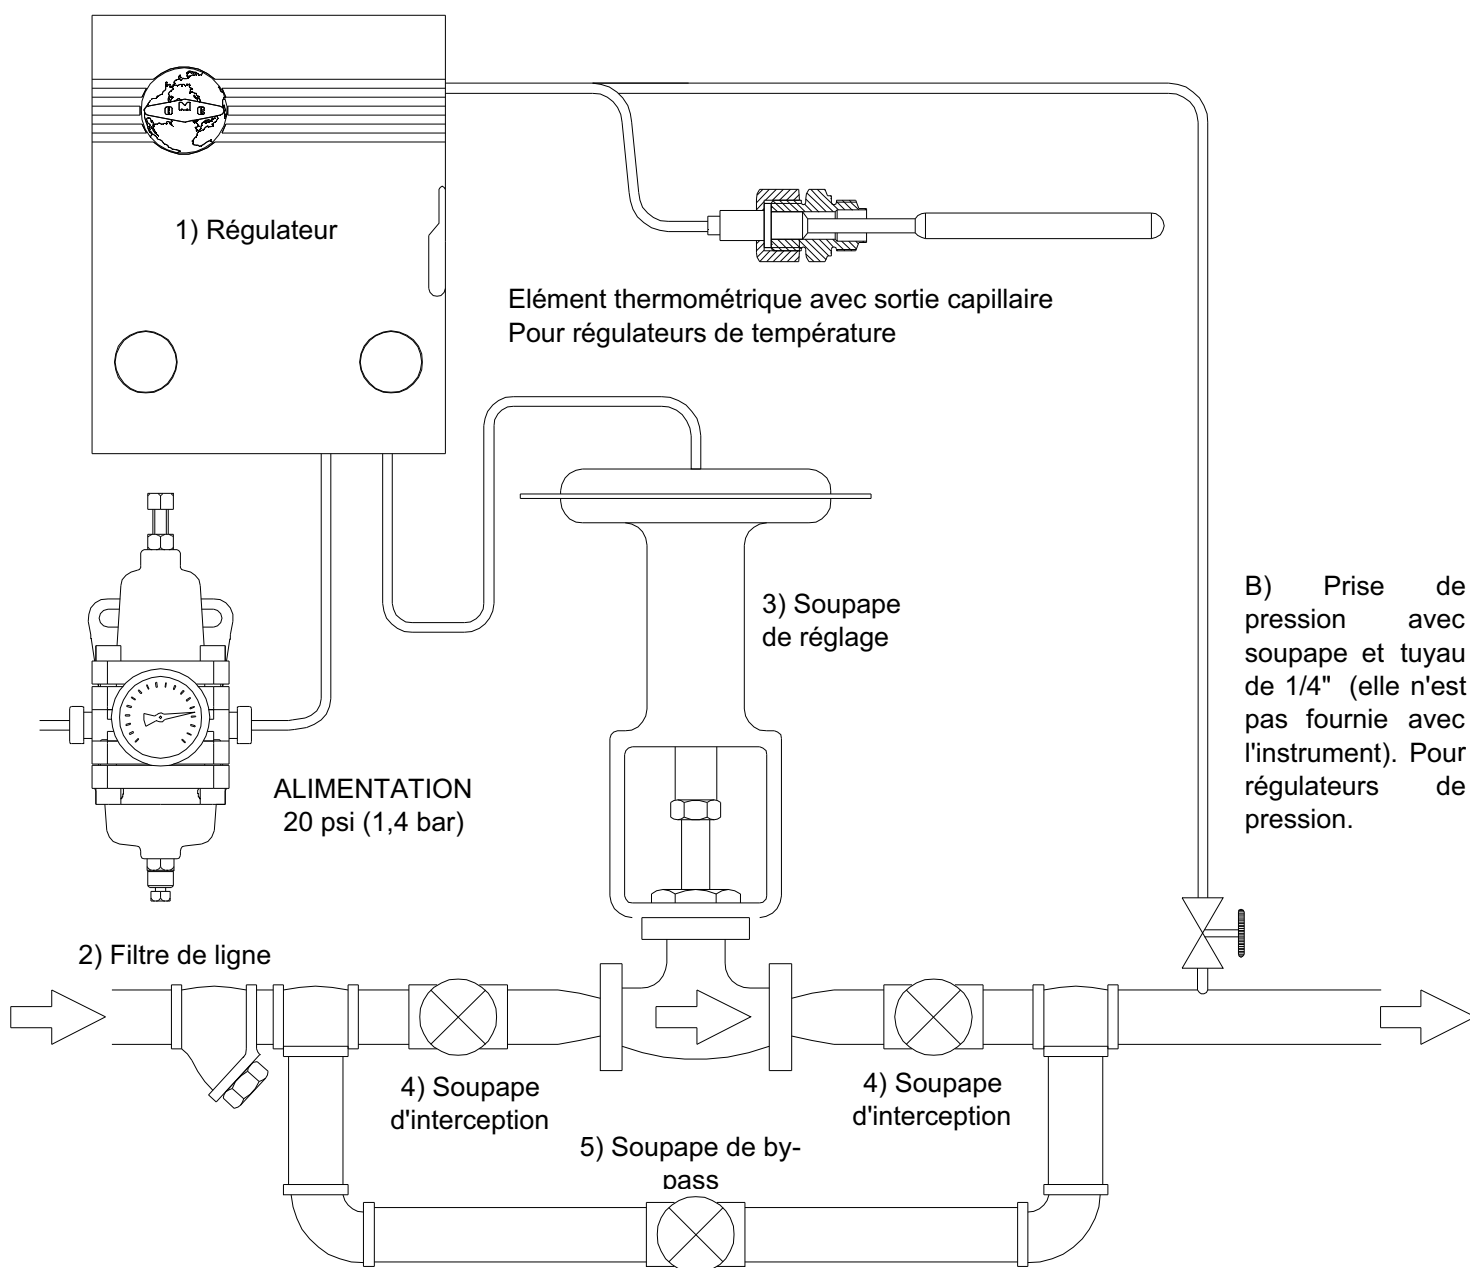

Fig. 10.2.1 "RACCORDEMENT AVEC SOUPAPE DE REGLAGE"
10.2. RACCORDEMENT AVEC LA SOUPEPE DE REGLAGE (Fig. 10.2.1)
C - Ouvrir complètement les soupapes d'interception placées en aval de la soupape de réglage en s'assurant que la soupape de by-pass soit fermée; (voir Fig. 10.2.1)
D - Si la soupape de réglage (3) est équipée d'un by-pass (5), contrôler qu'elle soit bien fermée et que la soupape d'interception en aval (4) soit complètement ouverte (voir Fig.10.2.1).
E - Ouvrir lentement et complètement la soupape d'interception en amont de la soupape de réglage (4.Fig. 10.2.1).
E - Ouvrir lentement et complètement la soupape d'interception en amont de la soupape de réglage (4 Fig. 10.2.1).
E - Si la soupape de réglage (3) est équipée d'un by-pass (5), contrôler qu'elle soit bien fermée et que la soupape d'interception en aval (4) soit complètement ouverte (voir Fig.10.2.1).
F - Ouvrir lentement et complètement la soupape d'interception en amont de la soupape de réglage (4 Fig. 10.2.1).
F - Si la soupape pneumatique (3) est équipée d'un by-pass (5), contrôler qu'elle soit bien fermée et que la soupape d'interception en aval (4) soit complètement ouverte (voir Fig.10.2.1).
G - Ouvrir lentement et complètement la soupape d'interception en amont de la soupape (4 Fig. 10.2.1).